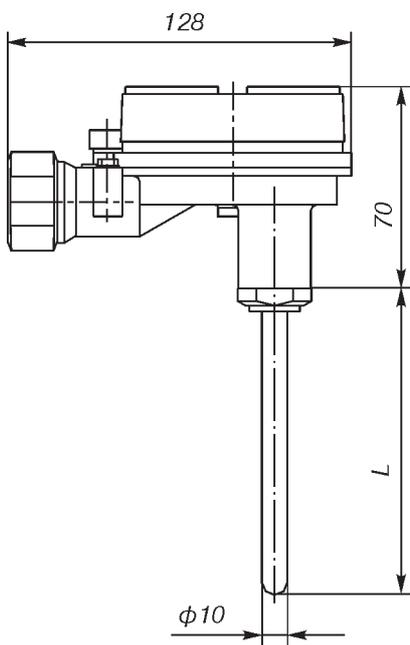

Рис.10\*.
(ост.см.рис.10)
- 10** по рис.10